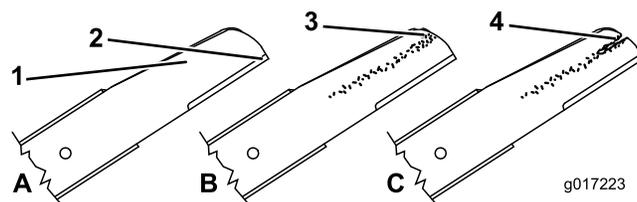

Figure 30
1. Examinez le tranchant des lames (Figure 30). Si elles ne sont pas tranchantes ou présentent des indentations, déposez-les et affûtez-les, ou remplacez-les.
2. Inspectez les lames, surtout la partie relevée (Figure 42). Remplacez immédiatement toute lame endommagée, usée ou qui présente une entaille (Figure 30).